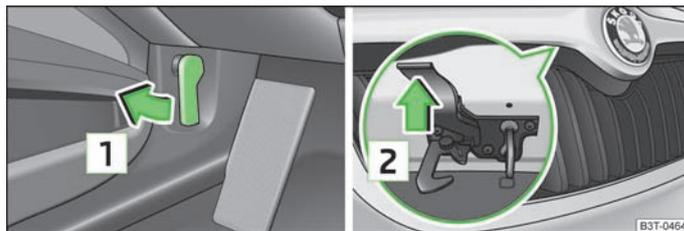

Fig. 159 Leva di sbloccaggio per cofano motore/griglia del radiatore: Leva di sbloccaggio
➤ In corrispondenza della leva di sbloccaggio sotto la plancia **1** tirare » fig. 159. ▶
- Premere la leva di sbloccaggio in direzione della freccia **2** » fig. 159, il cofano motore si sbloccherà.